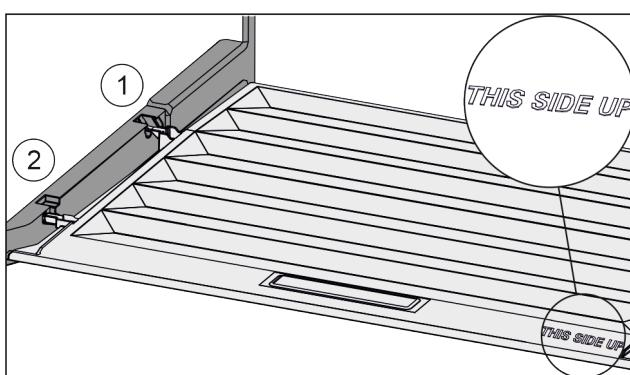

Fig. 34
- Výstupky veka zavedťte cez otvor zadného držiaka Fig. 34 (1) a zaistite vpred v držiaku Fig. 34 (2).